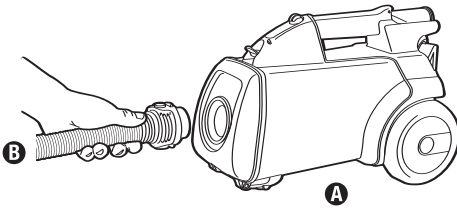

FIG. 1
**Step 1:** Connect hose **B** to front of canister **A** (Fig. 1).
- Étape 1 :** Connectez le tuyau **B** à l'avant du traîneau **A** (Fig. 1).
- Paso 1:** Conecte la manguera **B** al frente del recipiente **A** (Fig. 1).